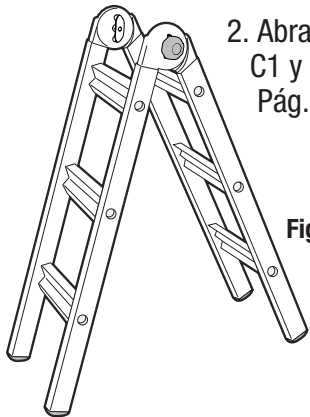

Fig. K2
2. Abra la unidad interna de la escalera (Vea los pasos C1 y C2 de **C. Operación de bloqueo de la bisagra**, Pág. 4) y colóquela en posición vertical (Fig. K2).